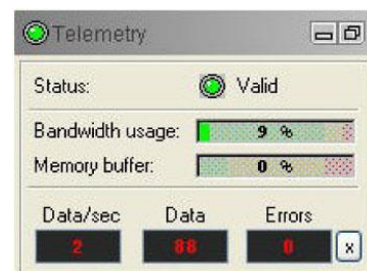

Рисунок 4-3 Панель Telemetry
7. **Во время каротажа** следите за органами управления на панели **Telemetry** (Рисунок 4-3).